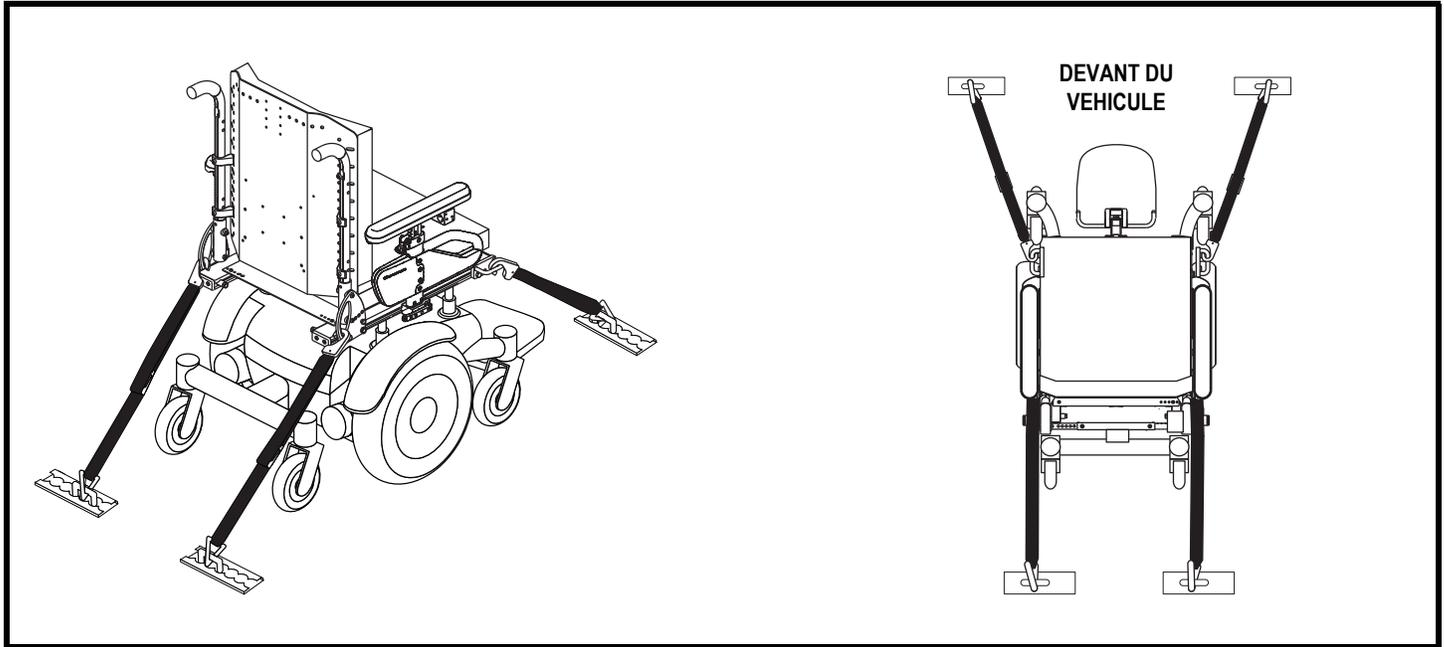

Figure 14. Accroches-taxi pour fauteuil motorisé non occupé
- Positionnez les points d'ancrage arrière des courroies directement derrière le fauteuil motorisé. Les points d'ancrage avant sont disposés plus loin de chaque côté du fauteuil motorisé afin d'augmenter la stabilité latérale. **Voir la figure 14.**